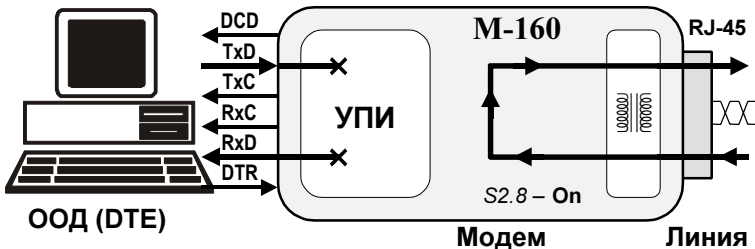

Рис. 14. Проверка в режиме *Цифровой шлейф (DL)*
6.2.3 Режим проверки *Цифровой шлейф (DL)*
Режим проверки *Цифровой шлейф (Digital Loopback)* обеспечивает возможность включить режим возврата данных, принимаемых с физической линии, непосредственно на **ЛОКАЛЬНОМ** модеме. Принцип проверки *Цифровой шлейф (DL)* показан на Рис. 14.